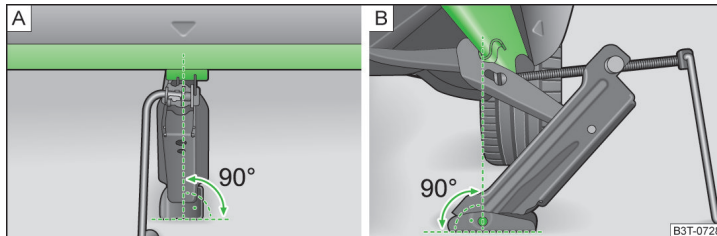

Abb. 179 Wagenheber ansetzen
- › Den Wagenheber so ansetzen, dass die Klaue den Steg umfasst » Abb. 179 - [B].
- › Die Grundplatte des Wagenhebers mit ihrer gesamten Fläche auf einem geraden Untergrund abstützen und sicherstellen, dass sich der Heber in senkrechter Position zur Stelle, an der die Klaue den Steg umfasst, befindet » Abb. 179 - [A].